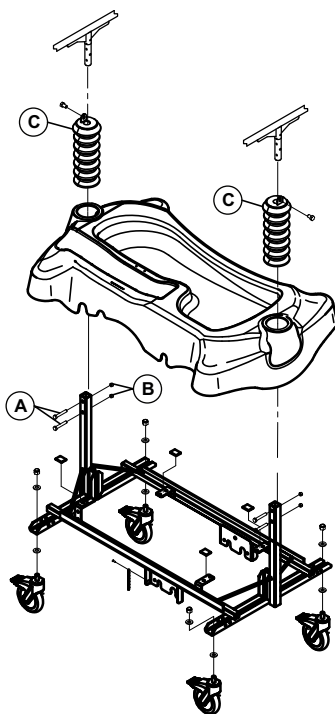
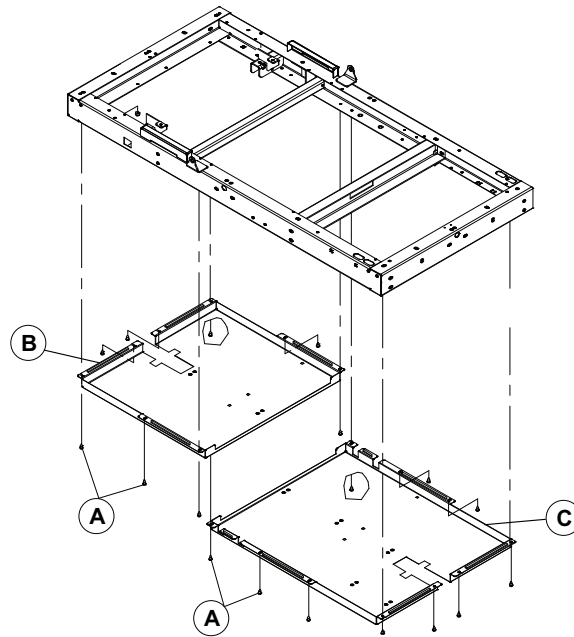

Figure 24 – Retrait du plan de couchage - base fixe
Figure 25 – Retrait du plan de couchage - base hydraulique
4. À l'aide d'un tournevis cruciforme n° 2, retirer les 18 vis (A) qui fixent les plaques de protection inférieures côté tête (B) et côté pieds (C) (Figure 25). Retirer et conserver les plaques de protection. Conserver les vis.
5. Soulever le soufflet noir (C).
7. À l'aide de deux clés mixtes de 1/2 po, retirer les quatre boulons (A) et les quatre contre-écrous (B) qui fixent les tubes de support du plan de couchage aux deux montants de la base (Figure 24). Si les boulons sont coincés, élever légèrement l'extrémité du plan de couchage pour faciliter le retrait. Conserver les boulons et les contre-écrous.
3. À l'aide d'un tournevis cruciforme n° 2, retirer les 18 vis (A) qui fixent les plaques de protection inférieures côté tête (B) et côté pieds (C) (Figure 25). Retirer et conserver les plaques de protection. Conserver les vis.